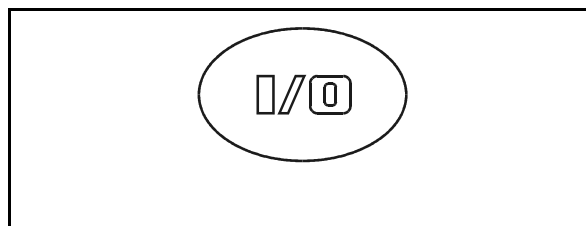

Fig. 6
MARCHE (I) / ARRET (O) (Fig. 6). Ces touches permettent de mettre en marche et d'arrêter le **AMATRON+**.